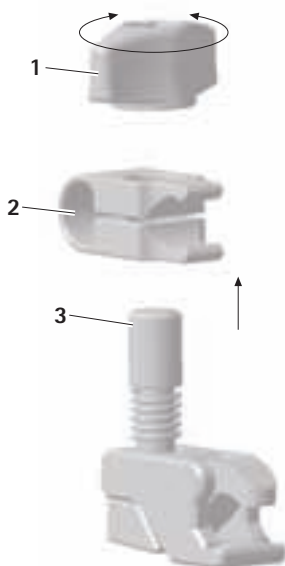

Fig. 11
- Sfilare il morso **2**, vedere Fig. 11.